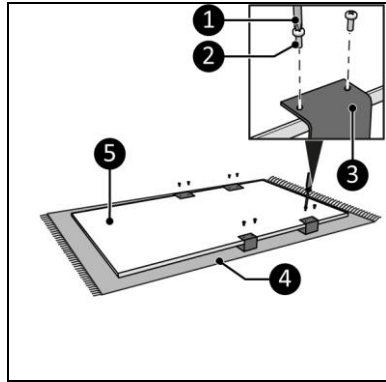

Abbildung 8
8. Legen Sie das Gerät auf eine stabile weiche Oberfläche (Abbildung 8, Pos. 4).
9. Platzieren Sie die beiden Handtuchhalter (Abbildung 8, Pos. 3) an zwei der drei möglichen Stellen am Hauptkörper (Abbildung 8, Pos. 5).
10. Schrauben Sie die beiden Handtuchhalter (Abbildung 8, Pos. 3) mit acht kleinen Schrauben (Abbildung 8, Pos. 2) mit einem Phillips Kreuzschlitzschraubendreher (Abbildung 8, Pos. 1) fest.